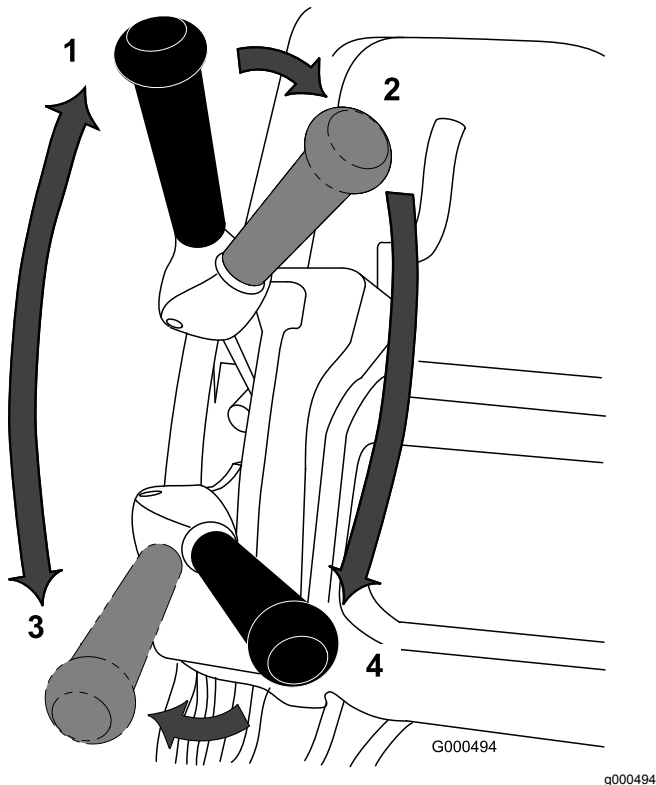

Figura 30
1. Avviate il motore, impostate l'acceleratore a bassa velocità, abbassate la stegola per sollevare l'apparato di taglio, premete il comando presenza dell'operatore, spostate la leva della trazione in posizione di INNESTO e trasportate la macchina sul bordo del green (Figura 30).
2. Spostate la leva della trazione in posizione di DISINNESTO ed innestate la leva di trasmissione del cilindro (Figura 30).
3. Spostate la leva di trazione in posizione di INNESTO, aumentate la velocità dell'acceleratore fino a quando la macchina non viaggia alla velocità di trasferimento desiderata, guidate la macchina sull'area del green, abbassate la parte anteriore della macchina e date inizio alle operazioni (Figura 30).